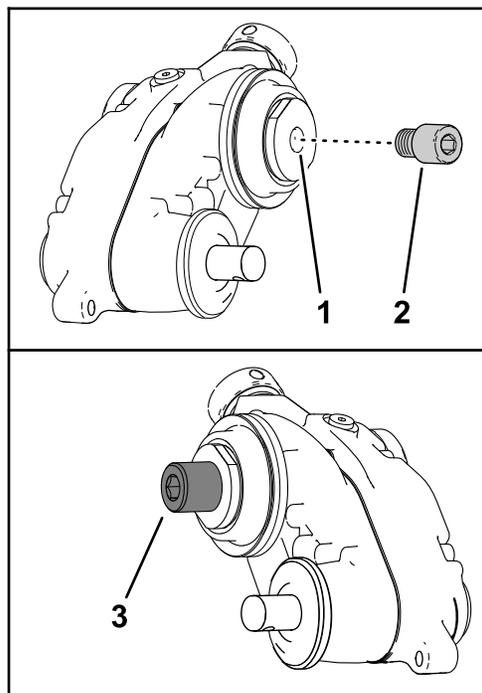

图 10
1. 如图 10 所示在驱动箱轴的内螺纹上涂抹中等强度防松螺纹油如蓝色 243 乐泰胶上紧滚刀适配器和疏草刀驱动箱轴扭矩至 150163N·m。